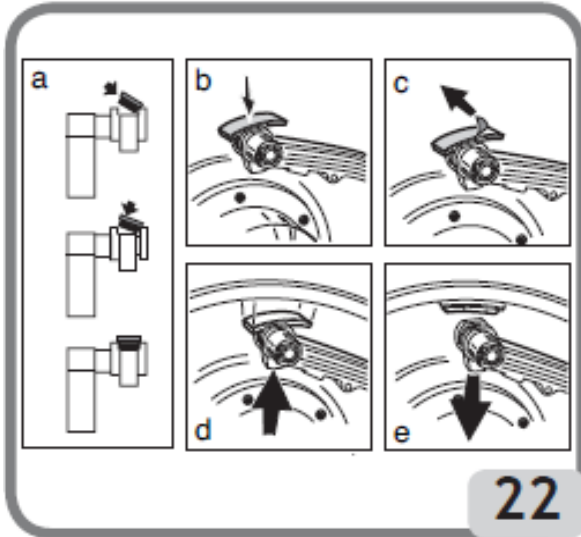

図21 設定時のレーザー
- ・次に、外側ウエイトを貼り付けたい場所に自動設定アームの端を当てます。(図21)